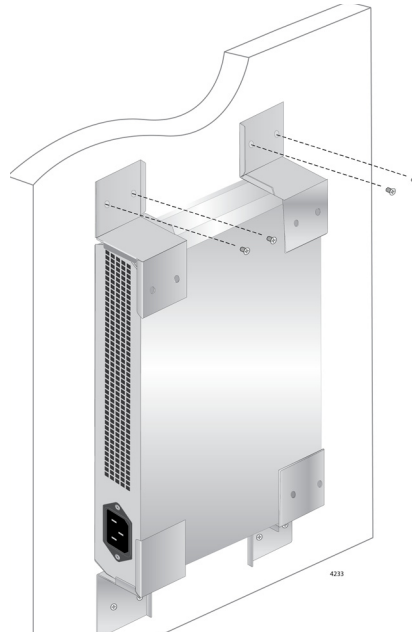

Рисунок 51. Крепление винтами через отверстия
14. Вставьте винты через отверстия в кронштейнах и закрепите кронштейны на стене. См. рис. 51 на стр. 101.